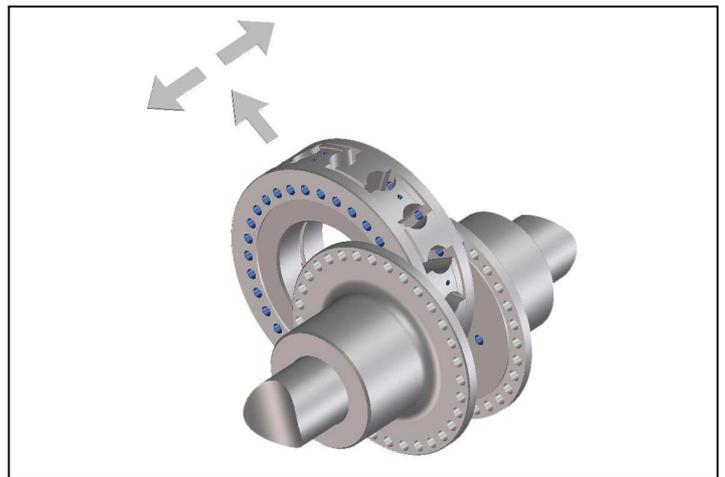

Bild 11
- Schieben Sie die Klauenringe (Teil 434) aus den Zentrierungen der Flanschnaben (Teil 411 bzw. 424) zusammen (Bild 11).